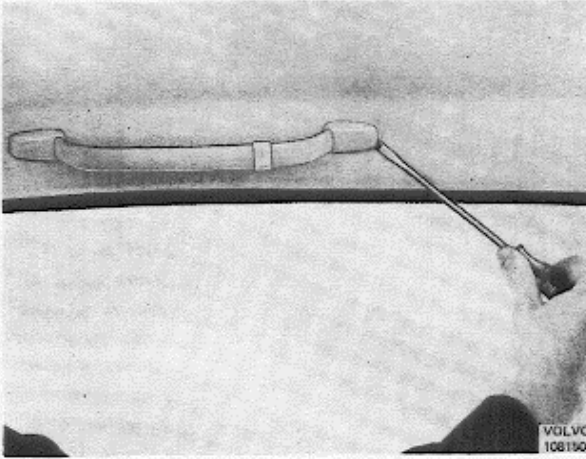

Abb. 68 Abdrücken der Zierdeckel vom Einstieghandgriff
8. Einstieghandgriff oberhalb der Tür auf der Fahrerseite vom Dach lösen. Nach Aufbiegen der Zierdeckel (Abb. 68) sind die Befestigungsschrauben zugänglich.